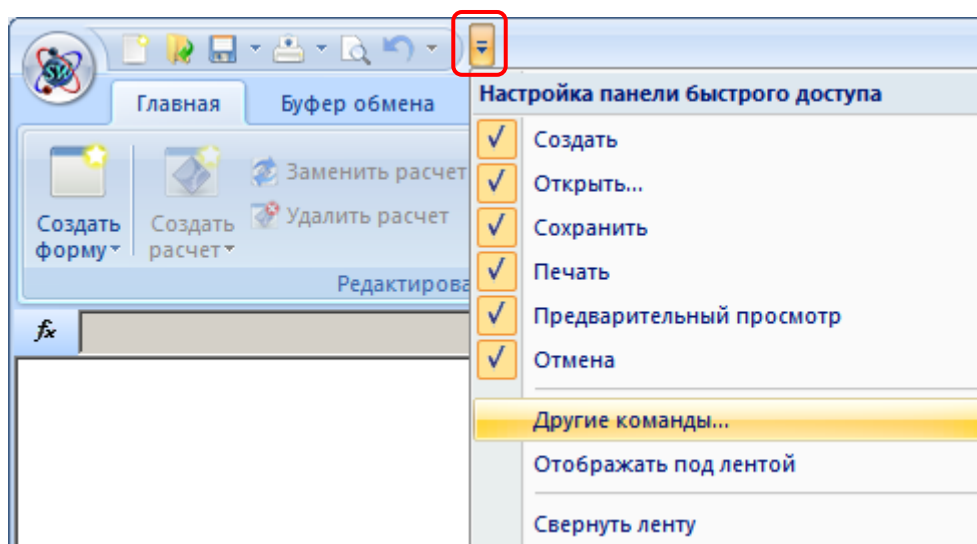

Рис. 6.9 Меню Настройка панели быстрого доступа
2. В открывшемся меню **Настройка панели быстрого доступа** выполните команду **Другие команды** (рис. 6.9).